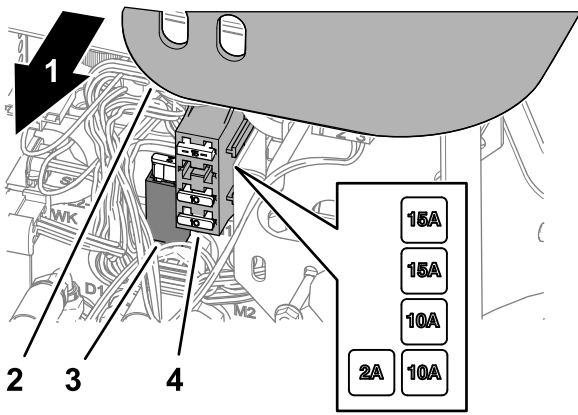

Figura 75
1. Retire la cubierta del brazo de control (Figura 75).
- Localice el fusible fundido en el portafusibles o en el bloque de fusibles (Figura 75).
- Monte la cubierta en el brazo de control (Figura 75).